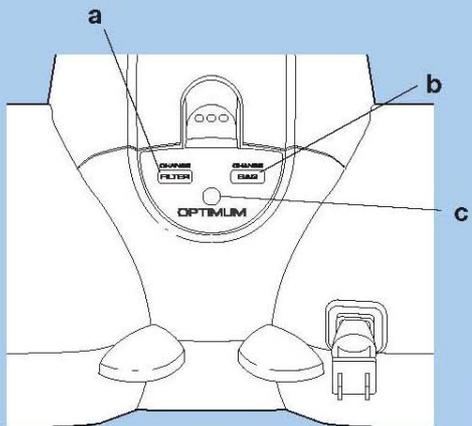
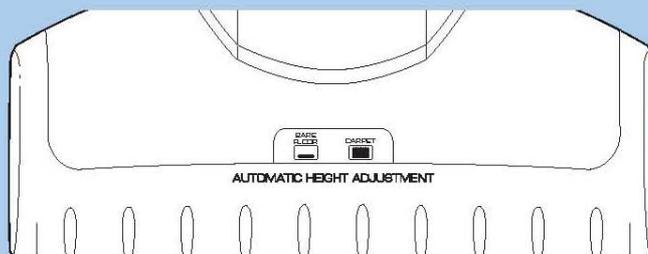

Рисунок 4
Рисунок 5
- 14 **If the blue OPTIMUM Light is not lit** (Fig. 4c), one of several items may need attention. If the bag or filter needs changing the appropriate indicator will be illuminated in red (Fig. 4a or 4b). See Bag and Filter change instructions. If the Carpet/Bare Floor indicators flash on and off repeatedly (Fig. 5), the brushroll is stalled because of an obstruction. Once the obstruction (rug fringe, sock, etc.) is removed, plug in the cleaner and return to normal use.
- 14 **Если голубая индикаторная лампочка Optimum не горит** (Рис. 4с), нужно проверить следующее: если мешок или воздушный фильтр должны быть заменены, загорится соответствующая красная индикаторная лампочка. См. инструкции по замене мешка и фильтра. Если индикаторы "ковер/ковровое покрытие/жесткий пол" часто мигают (Рис. 5), то вращающаяся щетка не может вращаться из-за засорения. Как только засорение будет устранено (бахрома ковра, носок и т.п.), снова подключите пылесос к сети и продолжайте пользоваться им как обычно.
- 14 **Si la luz azul Optimum no está encendida** (Fig. 4c), alguno de los elementos puede necesitar atención. Si es necesario cambiar la bolsa o el filtro, se enciende con luz roja el indicador correspondiente (Fig. 4a o 4b). Si es necesario cambiar la bolsa o el filtro de descarga, se enciende la luz correspondiente (Fig. 4a o 4b). Vea las instrucciones de cambio de bolsa o filtro. Si los indicadores de alfombra/piso duro destellan repetidamente (Fig. 5), significa que el cepillo giratorio está atascado debido a una obstrucción. Una vez eliminada la obstrucción (fleco de felpudo, calcetín, etc.), enchufe la aspiradora y vuelva a usarla normalmente.